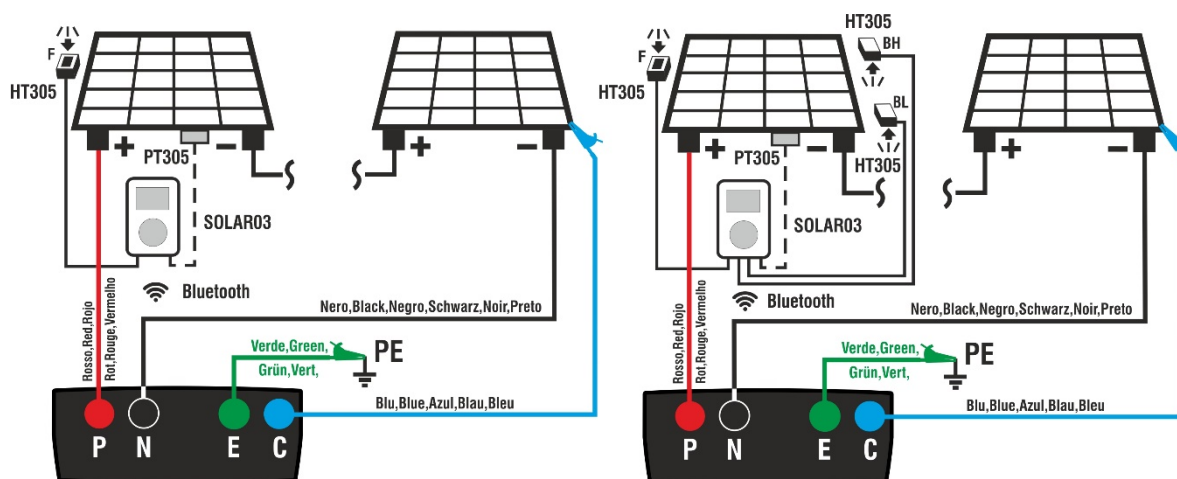

Fig. 11: Ligação com a unidade remota SOLAR03 em módulos de uma e duas faces
- Ligar o instrumento ao módulo/string em ensaio e, se for caso disso, ao nó de terra principal do sistema e às massas metálicas ligadas à terra, como indicado na Fig. 11. Em particular:
9. Aproximar a unidade remota dos módulos e ligar as sondas de radiação/temperatura como indicado na Fig. 11. **Tendo já iniciado o registo na unidade remota SOLAR03, já não é estritamente necessário manter a ligação Bluetooth.** A manutenção da ligação apenas permitirá obter imediatamente o resultado do teste sem esperar pelo fim da campanha de medição.